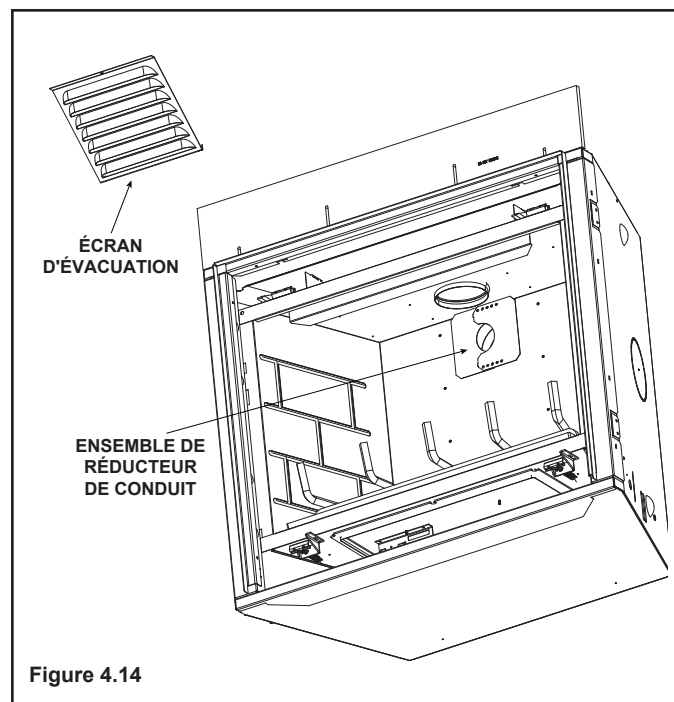

Figure 4.14
1. Retirez l'écran d'évacuation en utilisant une clé 6 mm (1/4 po) pour retirer les quatre vis le maintenant en place. Voir la Figure 4.14
4. Centrez les deux pièces du réducteur de conduit sur le conduit d'évacuation au réglage sélectionné à l'étape 3 et en fixant à l'aide des deux vis autotaraudeuses. Voir la figure 4.14.